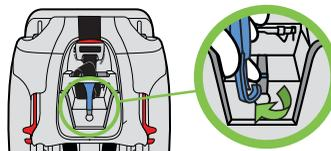

Figure 134
**Retrait :** Retirez le manuel d'instructions et la courroie d'ancrage supérieure de l'arrière du siège. Pressez et maintenez ainsi le ressort de rétention sur le crochet d'attache, retirez ensuite le crochet de la barre de rangement, tel qu'illustré dans la **Figure 134**, puis remettez le manuel d'Instructions à sa place.